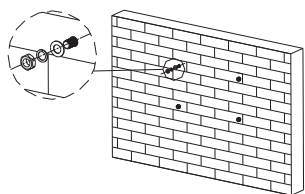

图3.5
- 将膨胀螺栓插入孔内，拧上螺母，螺母不需要拧紧，否则逆变器无法卡入。如下图3.5